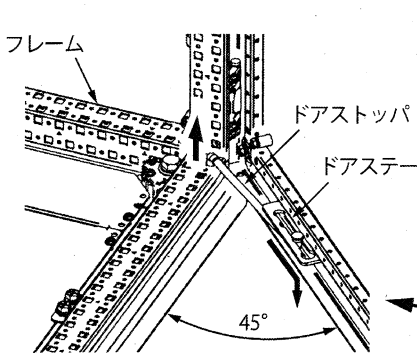

図1
1. 扉の開角度を約45°に保ち、ドアストップをフレーム側から外します。次にドアステー側からも外します。(図1)